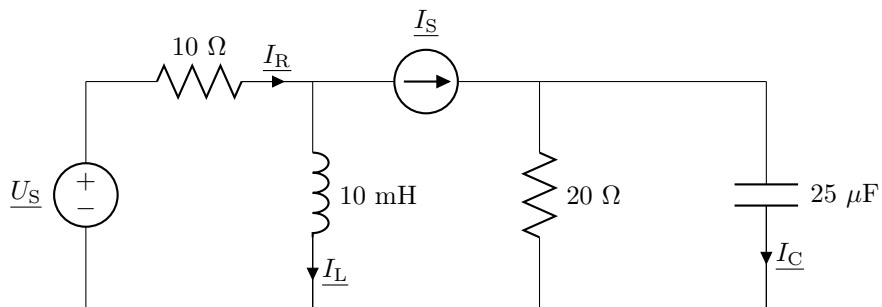

Figura 4.6: Circuito del problema 34.
34. En el circuito de la figura 4.6,  $\omega = 1.200 \text{ rad/s}$ ,  $\underline{I}_C = 1,2 \angle 28^\circ \text{ A}$  e  $\underline{I}_L = 3 \angle 53^\circ \text{ A}$ . Encuentra: a)  $\underline{I}_S$ ; b)  $\underline{U}_S$ ; c)  $i_R(t)$ .